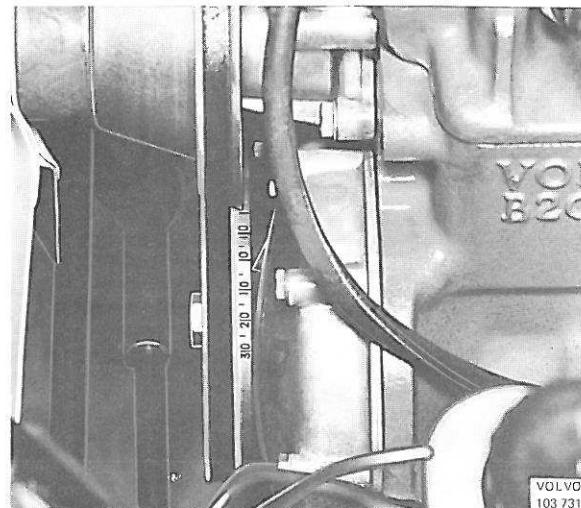

Fig. 3-36. Graduation pour calage d'allumage
1. Nettoyer la poulie pour que la graduation soit bien visible, fig. 3-36.